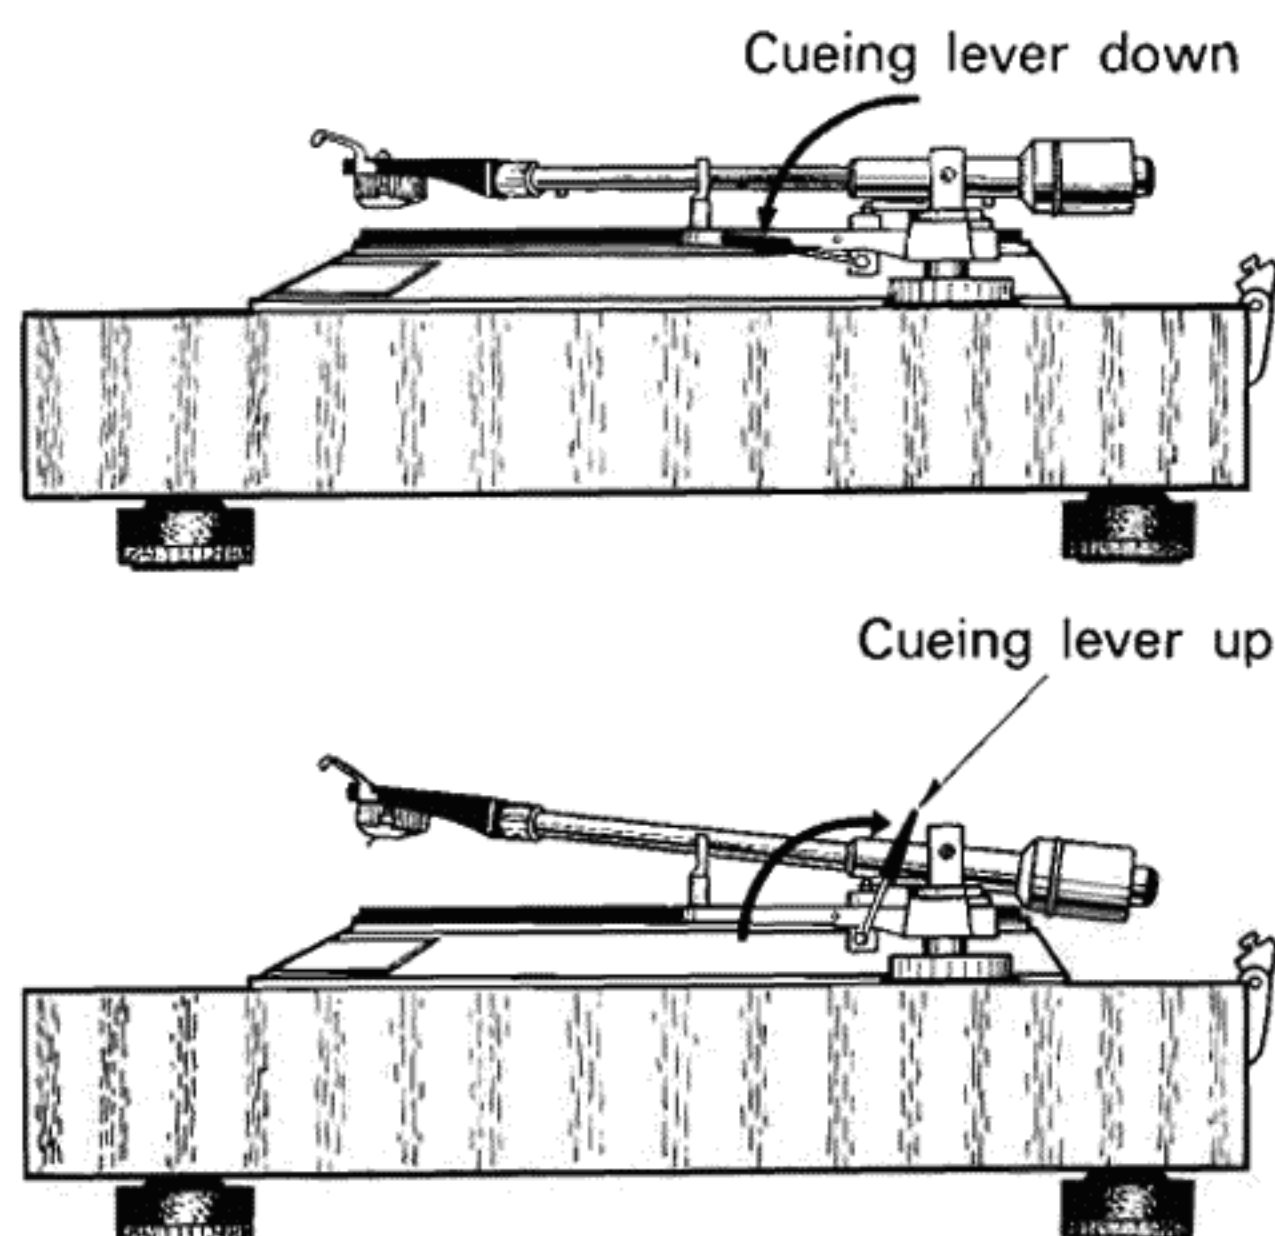

Fig. 19 How to use the cueing lever
4. Cueing lever operation (Fig. 19) 《DP-1100》